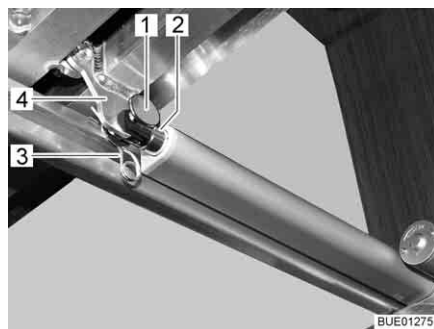

Fig. 135 Azionamento
- Rimuovere il collegamento (p. es. perno e spina a molla (Fig. 135,1 e 3)) tra biella (Fig. 135,2) e telaio portamaterasso (Fig. 135,4).